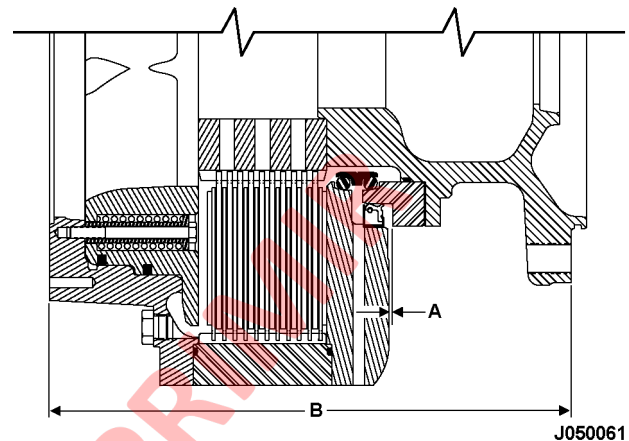

FIGURA 5-12. AJUSTE DE LA SEPARACIÓN DEL SELLO
27. Ajuste la separación del sello (vea la Figura 5-12).